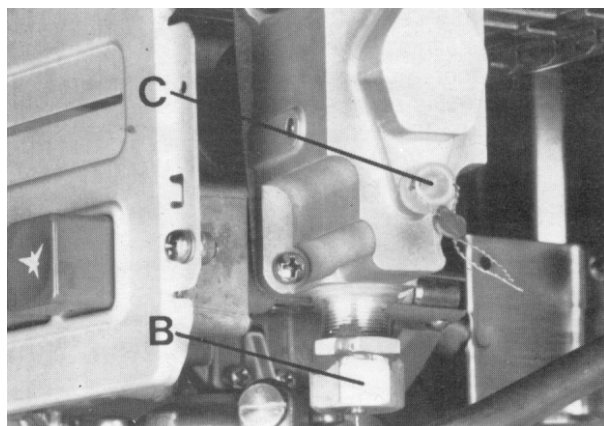

Figura 7
1. Extraer el tornillo regulador de gas (C figura 7) hasta que quede a una distancia de aproximadamente 8 mm del borde.
2. En el estrangulador (62) regular para un caudal de agua de 5 l/min, estando la válvula de toma de agua totalmente abierta.
3. Ajustar el tornillo regulador (B) para una temperatura de salida de 62° C.
6. Quitar el capuchón del tornillo regulador C (figura 7). Regular el citado tornillo C a la presión de boquilla (mbar) indicada en la tabla de la página 9. Si dicha presión de boquilla no es alcanzada, deberá controlarse la presión de conexión según 11.9.
3. Quitar el capuchón del tornillo regulador C (figura 7). Regular, con el tornillo C, el consumo de gas (l/min) indicado en la tabla de la página 9, mediante el contador de gas.